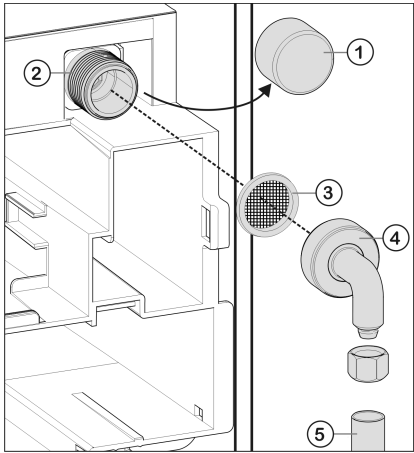

Fig. 25
- ▶ Retire el tapón *Fig. 25 (1)* de la electroválvula *Fig. 25 (2)*.
- ▶ Asegúrese de que la junta *Fig. 25 (3)* está introducida en la pieza angular *Fig. 25 (4)* suministrada.
- ▶ Conecte la pieza angular *Fig. 25 (4)* en la electroválvula *Fig. 25 (2)* y apriétela, por ejemplo, con una llave de boca.
▶ Conecte la tubería doméstica *Fig. 25 (5)* (por ejemplo, de cobre) en la pieza angular *Fig. 25 (4)*. Antes del montaje en el habitáculo: